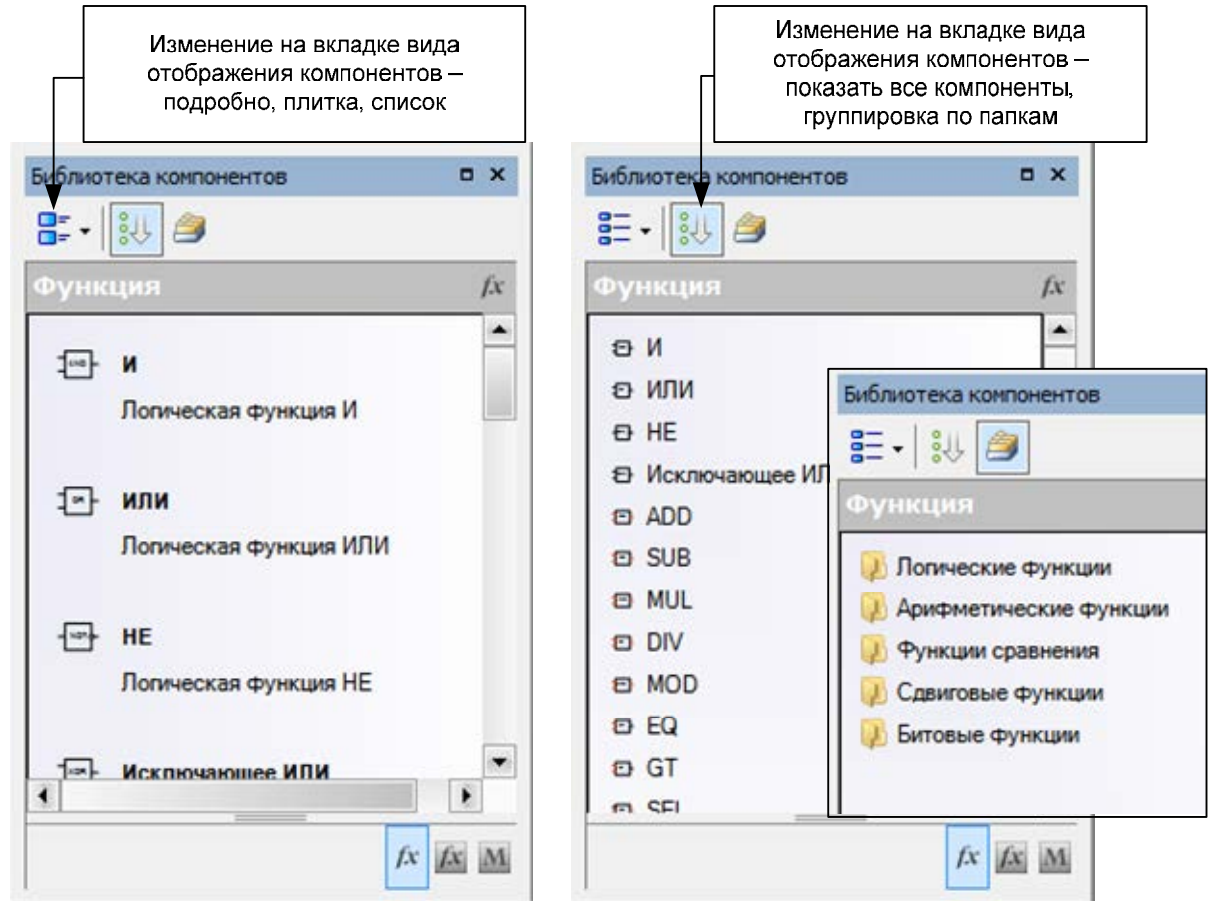

Рисунок 3.16 – Пример изменения отображения блоков библиотеки на вкладке «Функция»
1) **форму отображения доступных функций и функциональных блоков** для вкладок «Библиотеки компонентов» допускается изменять, рисунок 3.16.